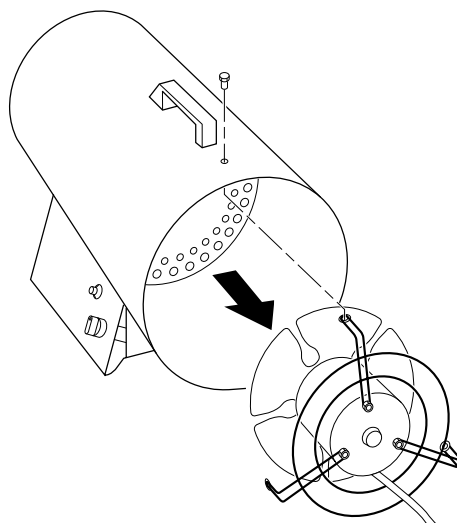

Figure 7 - Dépose du moteur et de la grille du ventilateur
2. Retirer du corps de l'appareil le moteur et la grille de protection du ventilateur (voir la figure 7).